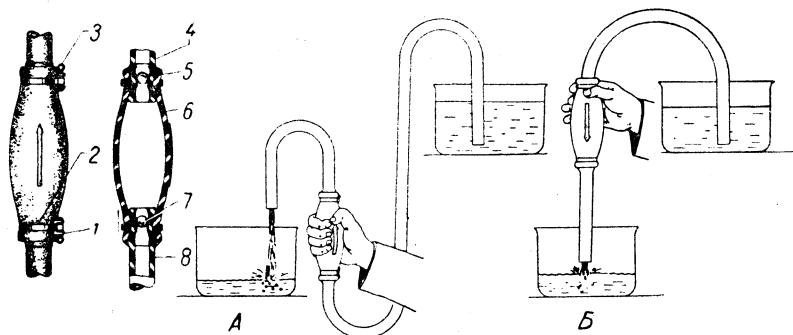

Рис. 8. Приспособление для переливания бензина.
Для переливания или перекачивания бензина с помощью приспособления (рис. 8):
2. Приведите приспособление в действие нажатием баллона рукой и отпусканьем (рис. 8А).
3. Как только бензин потечет, переверните баллон острием стрелки вниз. Нажатия на баллон прекратите, и бензин потечет самотеком (рис. 8Б).